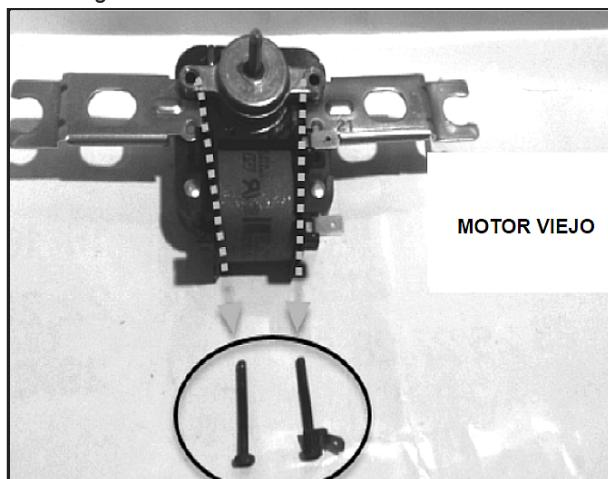

Figura 2
4. Tome el motor viejo y quite los tornillos del portacojinete. Vea la Figura 2.